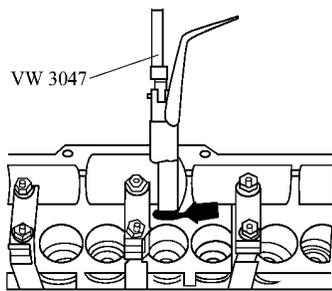

图4-20 拆卸气门弹簧下座
(3) 用专用工具 VW3047 拆下弹簧下座,如图4-20所示。